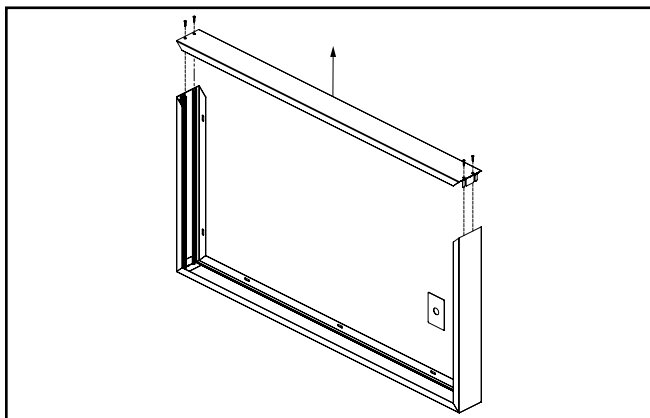

Figura 14.
- B4. Desatornille y retire el riel largo superior, así como los soportes en L, y consérvelos para reutilizarlos. (Figura 14.)